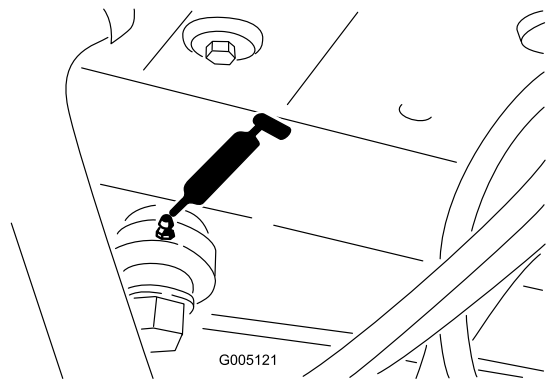

Figure 40
- Extrémité de vérin de direction (Figure 40).